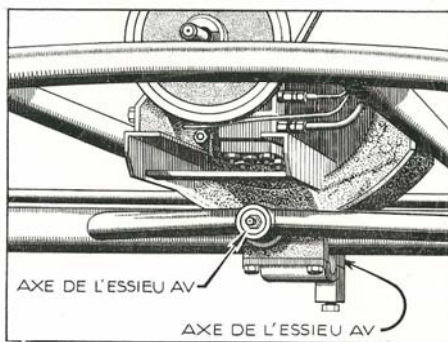

Fig. 8
- Graissez sous pression les 2 graisseurs axe de l'essieu (Fig. 8).